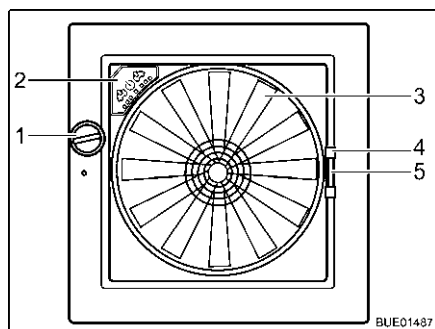

Fig. 124 Oblò Omni-Vent
- Ruotare la manopola (Fig. 124,1), finché non si raggiunge l'angolo di apertura desiderato.
- Ruotare la manopola (Fig. 124,1), finché l'oblò non è completamente chiuso.
- Chiusura:* ■ Tirare la zanzariera per l'impugnatura (Fig. 124,4) verso il lato opposto del telaio.
- Chiusura:* ■ Serrare la maniglia (Fig. 124,5) dell'oscurante.
Se l'oblò è aperto, l'abitacolo può essere ventilato e sfiato con il ventilatore a 6 stadi (Fig. 124,3). Il ventilatore si controlla dal quadro di comando (Fig. 124,2).